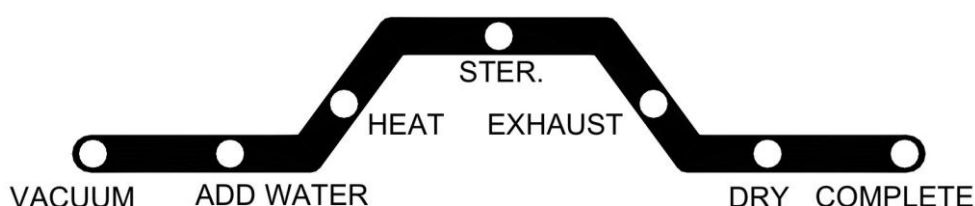

Figura 12
F. Presione el botón "START" , la configuración de temperatura, duración y tiempo de secado se despliegan dos veces en la pantalla de tres dígitos, y luego el esterilizador funcionará automáticamente con el programa seleccionado. El progreso actual del ciclo de esterilización se indica mediante el encendido de la luz LED en el indicador estado de proceso. (Figura 12).